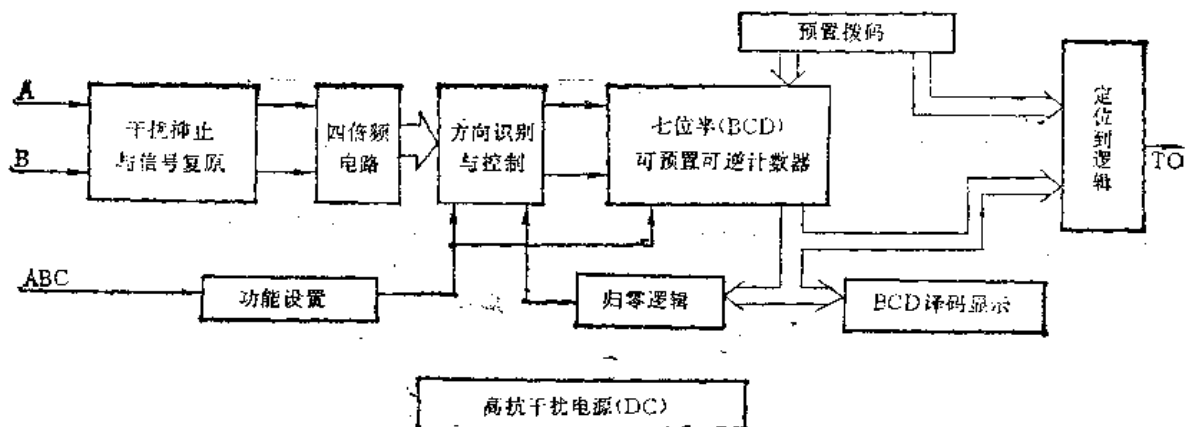

图22-6-7 FSB-1数显表原理方框图
1) 结构及原理 图22-6-7是FSB-1数显表原理方框图。FSB-1型数显表由干扰抑止与信号复原、